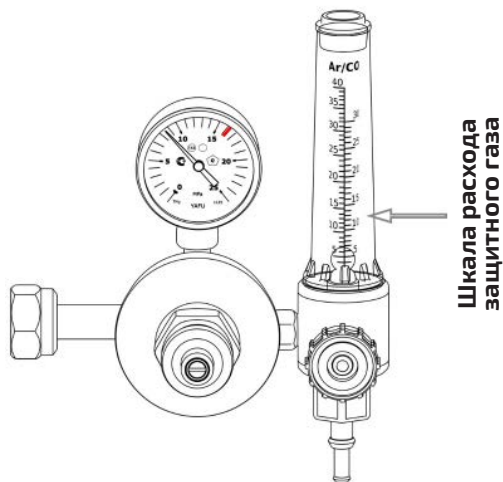

Рис. 8.0.4. Расход защитного газа.
7. С помощью регулятора (рис. 8.0.4) установите необходимый расход защитного газа (от 4 до 25 л/мин в зависимости от выполняемых задач (см. табл. 9.11.3).